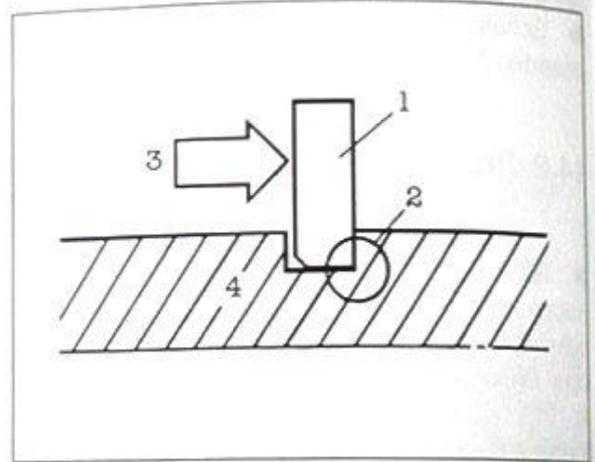

Bild 217a
- Falls Stahlkugeln des Zahnrads des fünften Gangs mit Fett fixiert werden, Fett nach Montage mit frischem Motoröl wegspülen da sonst Leerlaufbindung behindert werden kann (Bild 217a).